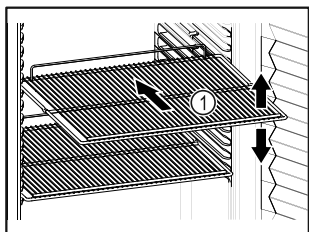

Fig. 56 Példaként szolgáló ábrázolás
- Ha a tároló rácsok Fig. 56 (1) áthelyezhetők, akkor igazítsa be őket a kívánt magasságnak megfelelően.